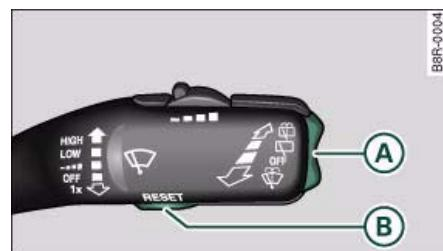

Fig. 14 Palanca del limpiaparabrisas: Elementos de manejo del ordenador de a bordo
Pulsando la tecla Reset **B** ⇒ página 27, fig. 14 se puede comutar entre las funciones del ordenador de a bordo 1 y 2.
- Pulse la zona superior o inferior del conmutador-selector de funciones **(A)** ⇒ fig. 14. Los datos relativos a la información para el conductor ya valorada se visualizan sucesivamente.